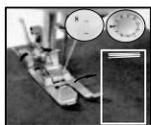

рис.17
- (1) Положите ткань под прижимную лапку и опустите прижимную лапку на ткань, где вам нужно пришить петлю, затем выберите шаблон стежка № 8.
- (2) Включите переключатель и прошейте 5-6 стежков на низкой скорости, затем выключите переключатель (рис. 17).